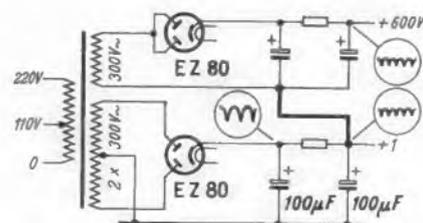

Bild 2. Verbesserter Netzteil, Brummspannung fast auf Null verringert
Abhilfe brachte eine Schaltung nach Bild 2, in der die Hochspannungswicklung mit dem Siebkondensator verbunden wird. Die hier auftretende Wechselspannung ist bereits geringer, so daß der Fehler behoben ist. Es
3. Der Regelbereich des Symmetrie-Einstellers im damaligen Bild 2 auf Seite 41 erwies sich als zu klein. Es muß ein Einstellpotentiometer von der doppelten Größe, also 2 k Ω linear, verwendet werden.